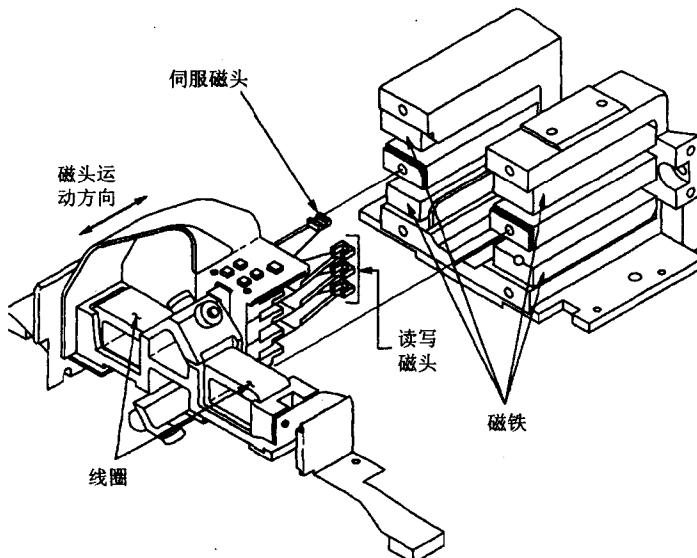

图1-5 磁头驱动机构
2. 磁头驱动机构 由音圈电动机和磁头驱动小车组成，见图 1-5。新型大容量硬盘还具有高效的防振动机构。高精度的轻型磁头驱动机构能够对磁头进行正确的驱动和定位，并在很短的时间内精确地定位到系统指令所指定的磁道上，保证数据读写的可靠性。磁头机构的电动机有步进电动机、力矩电动机和音圈电动机三种，前两种应用在小容量硬盘中，现已被淘汰，大容量硬盘多采用音圈电动机驱动。